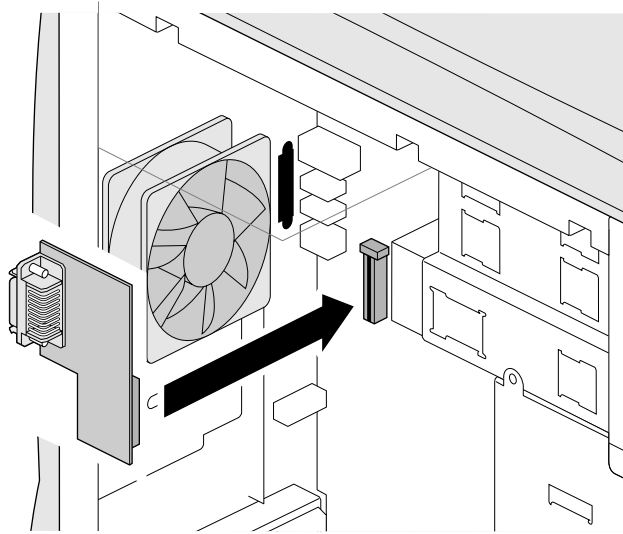

Figure 5-6 Installation de la carte d'extension graphique
- Placez la carte de façon à ce que le connecteur inférieur soit en face du port de la carte mère, et que le connecteur latéral soit en face de l'orifice du panneau arrière (reportez-vous à la Figure 5-6).